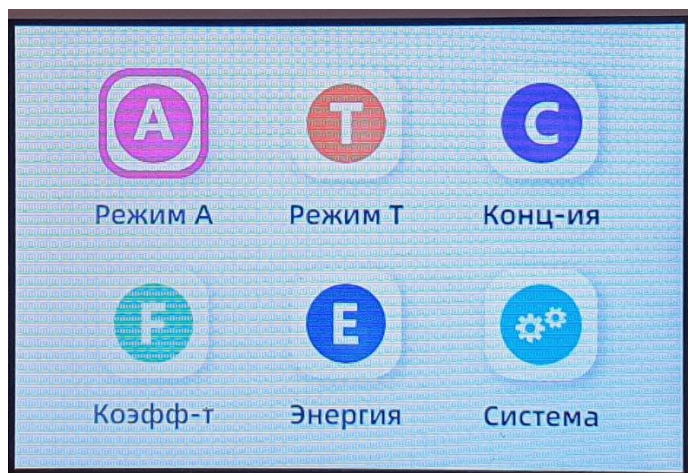

Рисунок 2.4. Основное меню. Выбор режима работы
Вращая **Джойстик управления** по часовой или против часовой стрелки можно осуществлять переход между режимами в Основном меню. Выбранный режим работы будет обведен рамкой и немного затемнен (рис. 2.4). Подтвердить выбор режима нужно кнопкой **ВВОД**.
- После прохождения самоконтроля прибор перейдет в основное меню (см. Рис. 2.4 Основное меню. Выбор режима работы).
1. Включите спектрофотометр нажатием клавиши **(I/O)**, находящейся на задней панели спектрофотометра. Дайте спектрофотометру прогреться 20 минут. После прогрева прибор перейдет в режим «Самоконтроля». После прохождения самоконтроля прибор перейдет в основное меню (См. Рис. 2.4 Основное меню. Выбор режима работы).